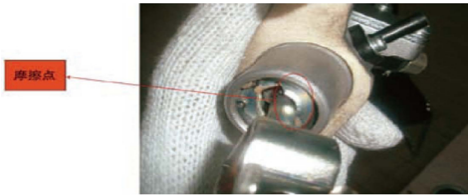

图4 发出声音位置
2.倾斜角度过大也会出现推杆与活塞防卡环摩擦发出声音,如图4所示;